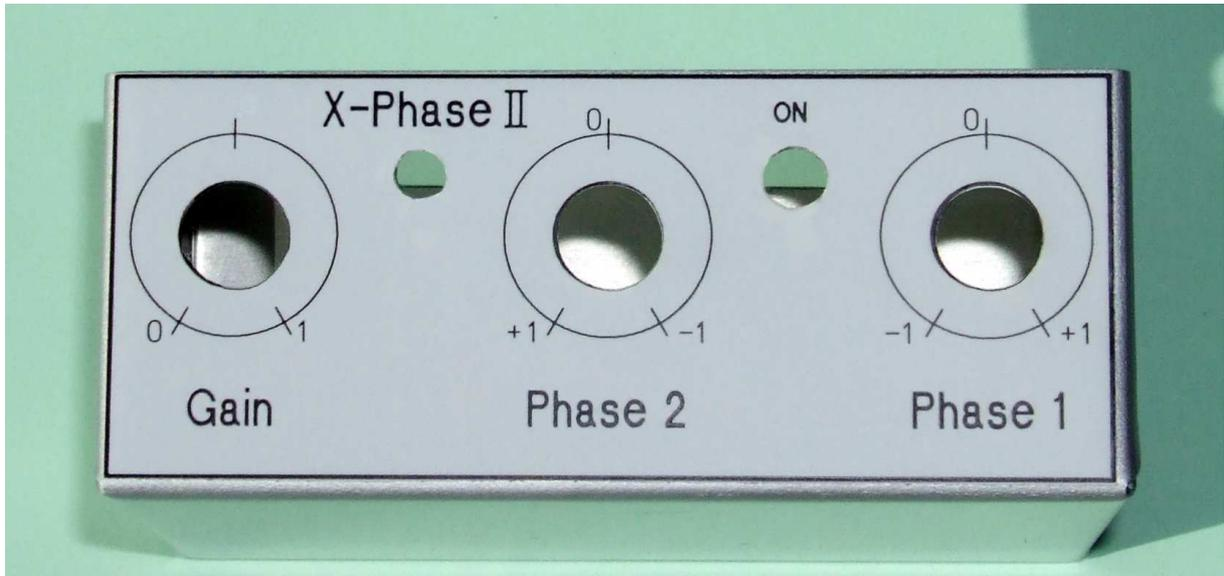

Bild 11: Ansicht der aufgeklebten Frontplatte
Es besteht aber auch die Möglichkeit die Dateien auf selbstklebende Folien auszudrucken. Diese Folien müssen für den verwendeten Drucker geeignet sein, speziell bei Laserdruckern. Die Materialien dieser handelsüblichen Folien reichen von Papierfolien bis zu dünnen Alu-Folien. Eine einfache, wenn auch nicht so haltbare Methode besteht im Ausdrucken auf Zeichenkarton oder Fotopapier. Die Rückseite davon wird nach dem Bedrucken flächenfüllend mit zweiseitigem Klebeband beklebt. Die Bohrungen, außer der 2,0 mm Bohrung, werden mit einem entsprechenden Locheisen ausgestanzt oder mit einer spitzen Schere ausgeschnitten. Die Platten oder Folien werden dann, auf die Größe von 96(100) x 40 mm geschnitten wie im **Bild 11** zu sehen, auf die entsprechende Gehäusesseite aufgeklebt. Durch das Aufbringen von selbstklebenden Klarsichtfolien (z.B. Laminatfolie klar [8] o.Ä.) kann die Beschriftung noch vor Abrieb geschützt werden. Anschließend werden alle Buchsen eingebaut.